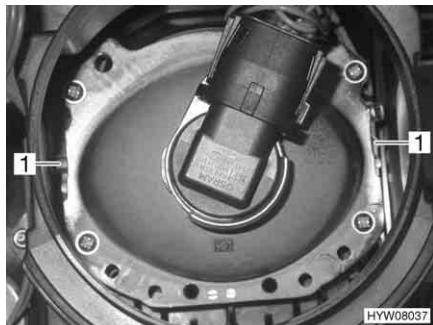
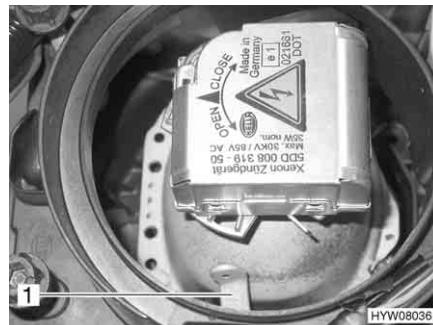

Fig. 240 Conversione fari anteriori
Fig. 241 Conversione fari anteriori (fari Xenon)
- Inclinare tutte le leve di conversione (Fig. 240,1 o Fig. 241,1) presenti sull'altro lato.